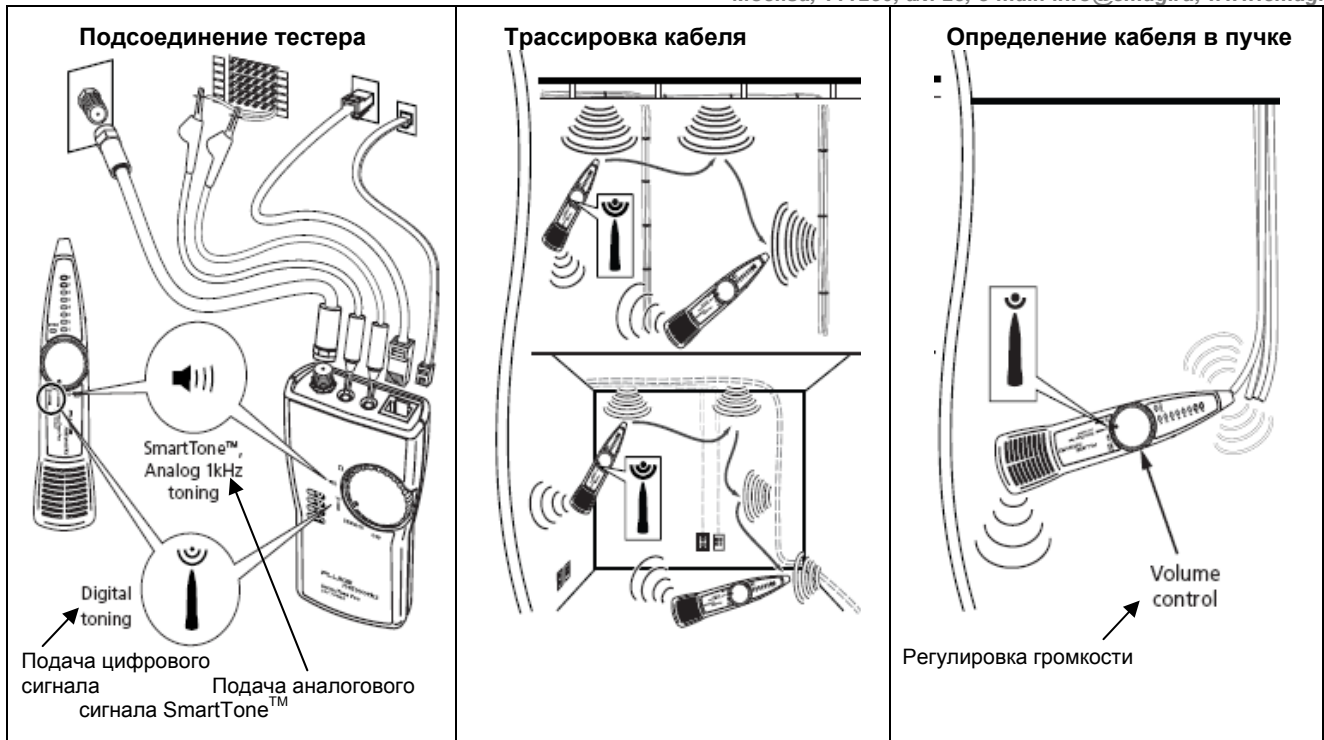

Рисунок 1. Трассировка и определение кабеля в пучке
1. Подсоедините генератор IT200 к гнезду или соединительной коробке, как показано на рис. 1.
1. Подключите генератор IT200 к порту RJ11 или RJ45, как показано на рис.1.